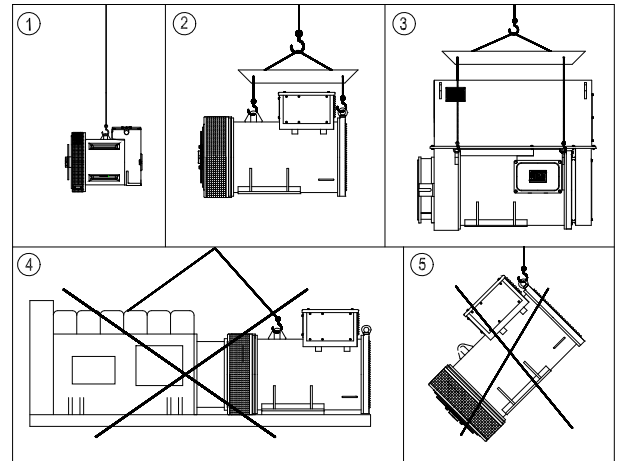

Figura 3.1: Manoseo do alternador
- Las posiciones 1, 2 y 3 del Figura 3.1, representan la forma correcta de manoseo de los alternadores y las posiciones 4 y 5 representan la forma errada.